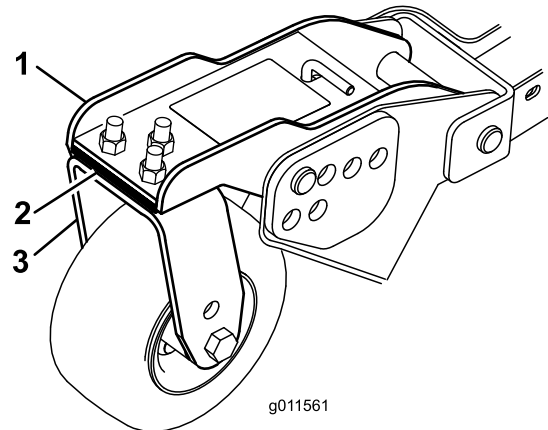

Bild 29
3. Stellen Sie die Beilagscheiben (3 mm) an den vorderen Laufradgabeln auf die entsprechende Schnitthöhe auf dem Aufkleber ein (Bild 29).
3. Wenn die innere Schnittkante des Seitenmähwerks im Verhältnis zur äußeren Kante das Frontmähwerks zu hoch ist, entfernen Sie eine Beilagscheibe (3 mm) von der Unterseite des vorderen inneren Laufradarms am Mähwerk (Bild 29).